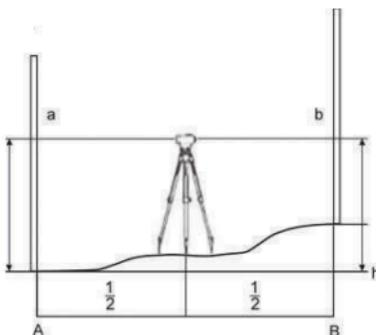

Рис.13
- 1) Установите прибор приблизительно посередине между точками А и В (Рис.13).
- 4) Разность отсчетов "а и b" является превышением " h " точки В относительно точки А. (Рис.13)